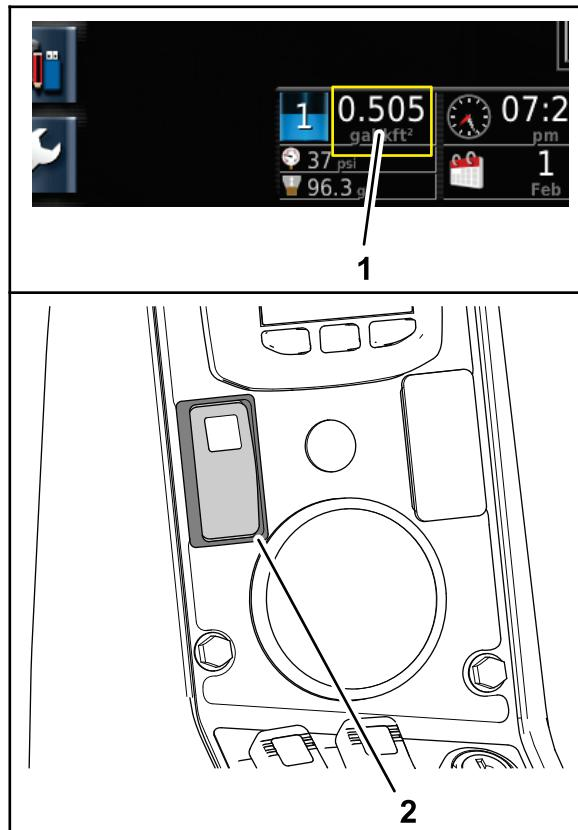

図 53
1. X25 コントロールコンソールのダッシュボードに表示される散布率が目標としている散布率になるようエンジン速度を調整し、スロットルロックスイッチをセットする図 53。